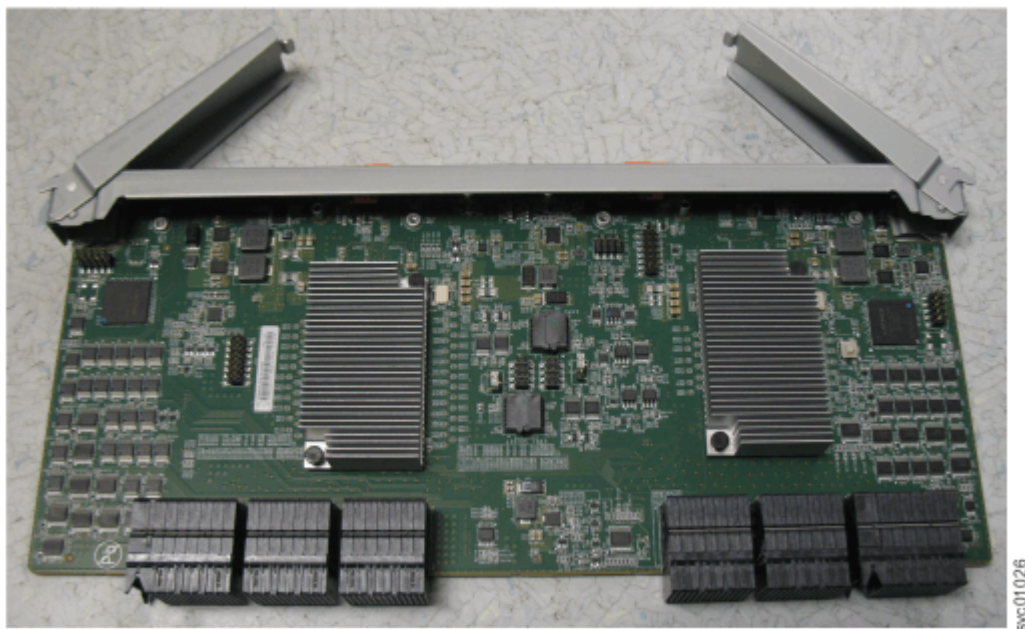

Abbildung 88. Griffe des sekundären Erweiterungsmoduls öffnen
3. Drehen Sie beide Griffe am neuen sekundären Erweiterungsmodul in die geöffnete Position (siehe Abbildung 88 auf Seite 77).